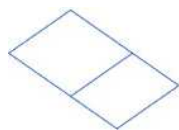

图 8-12 选择图元
(1) 单击“钢”选项卡“预制图元”面板“焊缝”按钮，在视图选择要连接的图元，如图 8-12 所示，按 Enter 键确认。